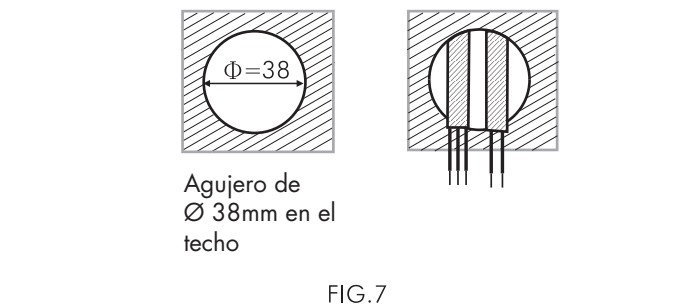

FIG.7
3.4.1 Para instalar el detector, corte un círculo de diámetro 38mm en el techo y saque por él el cable de alimentación (ver FIG.7).